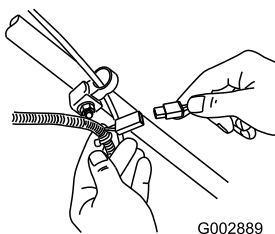

Figura 24
1. Conecte el cargador al arnés de cables del cortacésped, situado debajo de la llave de contacto (Figura 24).